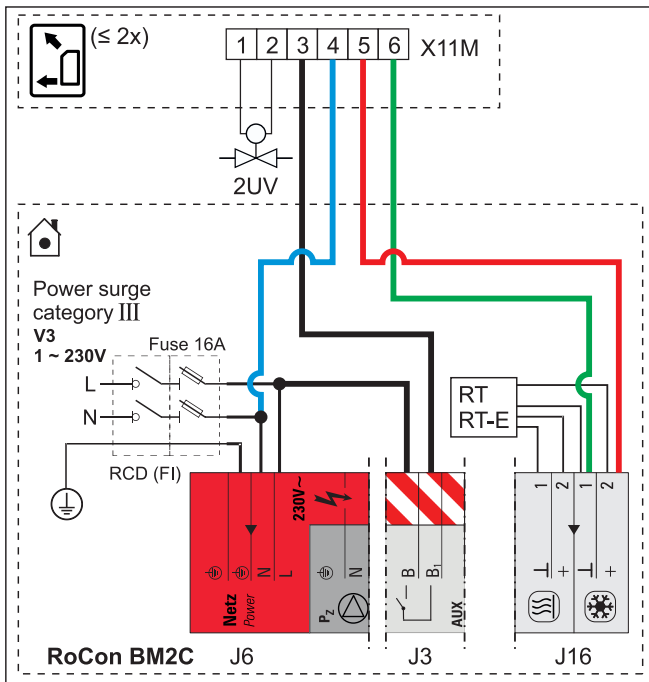

Bild 14-41 Anschluss HP convector (max. 2) an Daikin Altherma EHS(X/H)
- Elektrischer Anschluss des HP convectors mit folgendem Zubehör entsprechend Bild 14-41 als Umschaltkontakt (Heizen/Kühlen) am Basismodul.